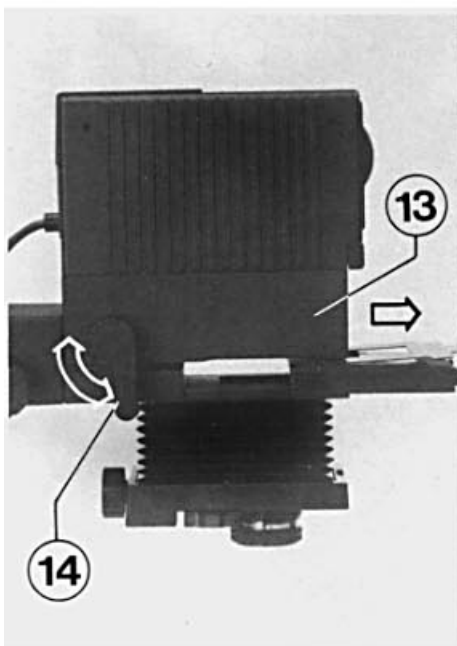

Bild 6
Zum Herausnehmen der Bildbühne wird der Schwenkgriff (14) nach unten gedreht und damit das Kondensorgehäuse (13) angehoben (Bild 6). Nun kann die Bildbühne nach vorne herausgezogen werden.